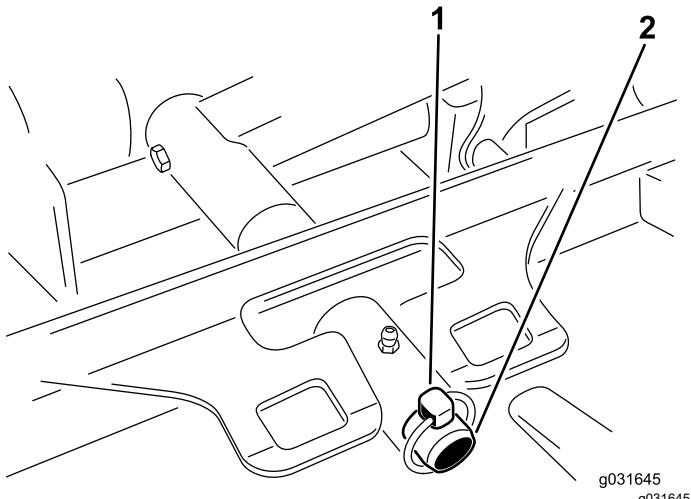

Figura 69
- Retire el pasador de seguridad o la tuerca de retención que sujeta el bastidor de tiro de la carcasa a la barra de giro del brazo de elevación (Figura 69).
- Desplace el bastidor de tiro de la carcasa sobre la barra de giro del brazo de elevación y fíjelo con el pasador de seguridad o la tuerca de retención (Figura 69).